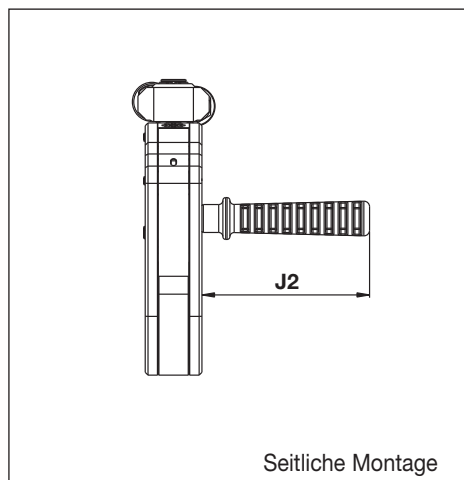

Abb. 26
6.1.4 Abmessungen, gerader Positionierungshebel der SWH-Serie (Abb. 26 - optionales Zubehör)